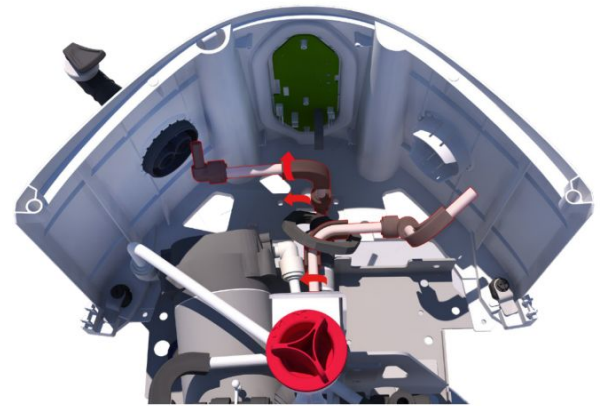

Fig. 6
4. GIRE a tubagem de distribuição para a torneira de distribuição no lado DIREITO. (Fig. 6)